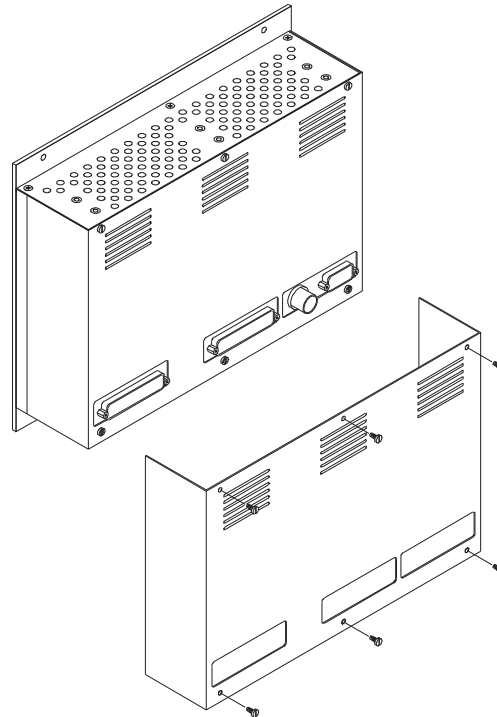

Bild 4-22: Montieren des rückseitigen Abdeckbleches
16. Montieren Sie das hintere Abdeckblech. (Bild 4-22)